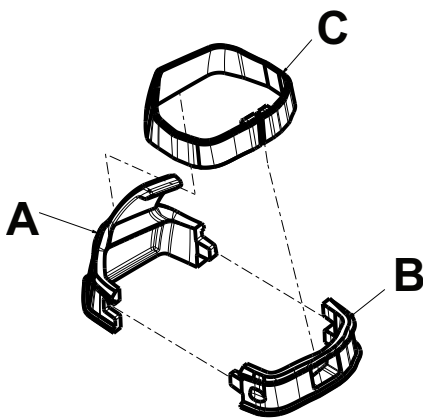

Abbildung 35 – Komponenten des Infusionshakens
2. Die passenden Clips (A und B) zuordnen und die beiden Teile des Infusionshakens an den Haltebügel halten (Abbildung 35).
3. Den Kragen des Infusionshakens (C) um den Haltebügel und die beiden Teile des Infusionshakens schieben (Abbildung 35).